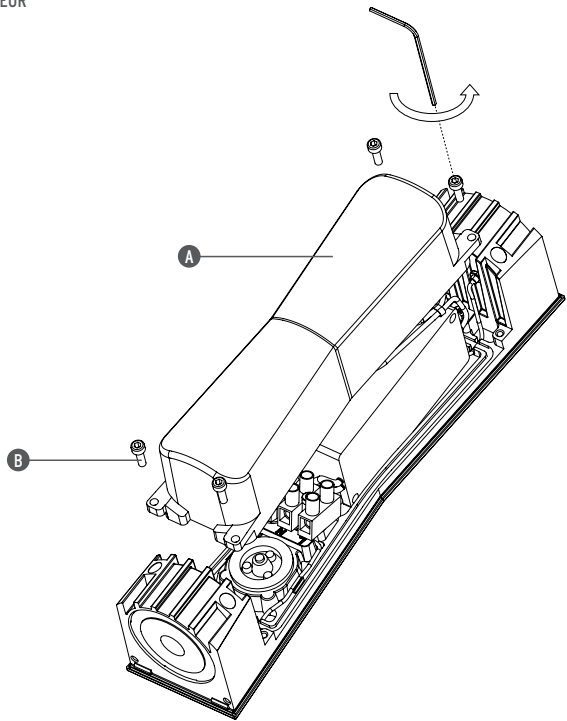

Fig. 1
- <IT> Fig.1 Smontare la copertura (A) svitando le viti (B) con la chiavetta fornita in dotazione.
- <GB> Fig.1 Dismantle the cover (A) unscrewing the screws (B) with the allen key included.
- <DE> Abb.1 Lösen Sie die Schrauben (B) mit dem beige packten Schraubenschlüssel und nehmen Sie die Verkleidung (A) ab.
- <FR> Fig.1 Démonter le couvercle (A) en dévissant les vis (B) à l'aide de la clé Allen fournie dans l'emballage.
- <ES> Fig.1 Desmontar la tapa (A) desatornillando los tornillos (B) con la llave suministrada en dotación.
- <PT> Fig.1 Desmontar a tampa (A) desapertando os parafusos (B) com a chave fornecida.
- <RUS> Рис.1 Снять кожух (A), вывернув винты (B) ключом, поставляемым в комплекте.